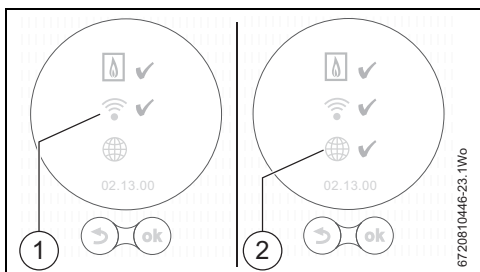

Fig. 11 Connexion au réseau Wi-Fi et à Internet
- La connexion au réseau Wi-Fi [1] est d'abord établie et confirmée par une coche (→ fig. 11).